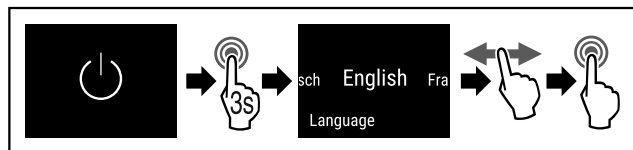

Fig. 49
- ▶ Выполните шаги действия (см. Fig. 49).